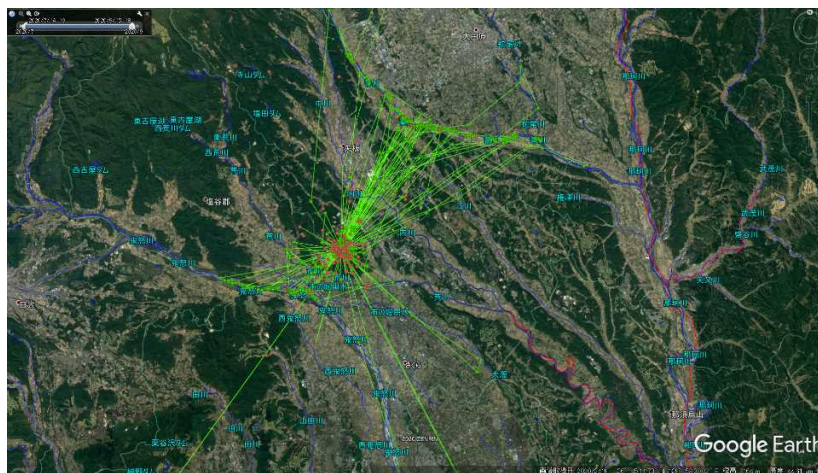

図 1：R2 年 7 月～9 月のカワウの行動履歴
現在、栃木県の河川湖沼漁場はカワウ（写真 1）という鳥の脅威に晒されています。カワウは潜水し魚類等を食べる大型の水鳥で、国重要無形民俗文化財に指定されている岐阜県長良川の鵜飼いに使われている鳥（ウミウ）の近縁種です。季節的な増減はありますが、県内には 1,000-2,000 羽程度が生息しており、漁業協同組合が放流した魚を含め、およそ年間 300t（換価すると 5 億円）前後の魚類が捕食されていることから、水産業の振興を図る上で大きな問題となっています。この、空を飛び水に潜るカワウという神出鬼没の難敵に立ち向かうには彼らのことを可能な限り知る必要がありますが、近年になり野外で鳥類に装着し GPS 座標レベルの位置情報を長期間記録し発信することができる位置情報記録発信器（ソーラー充電式）が英国で開発されました。そこで、水産試験場ではカワウ対策立案の一助とするため、この発信器をカワウに装着し（写真 1）その行動を調べました。その結果、①カワウは 1 つの拠点から複数の河川を餌場としていること（図 1）、②年間では、関東地方全域を生活圏として利用している個体がいること、③繁殖期に親はヒナに充分な量の餌を与えるためにコロニーと河川（餌場）の間を 1 日に複数回往復していること、などが明らかとなりました。今後、水産試験場では、これまでの調査で得られた情報を、カワウによる漁業被害抑制対策の推進に活用するとともに、引き続きカワウの生態に関する新たな情報の収集にも取り組んでいきます。